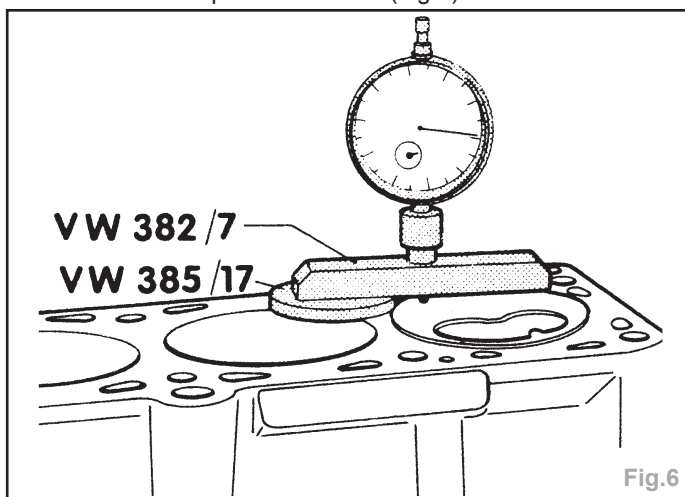

Fig.6
- Affleurement des pistons au PMH (Fig.6)